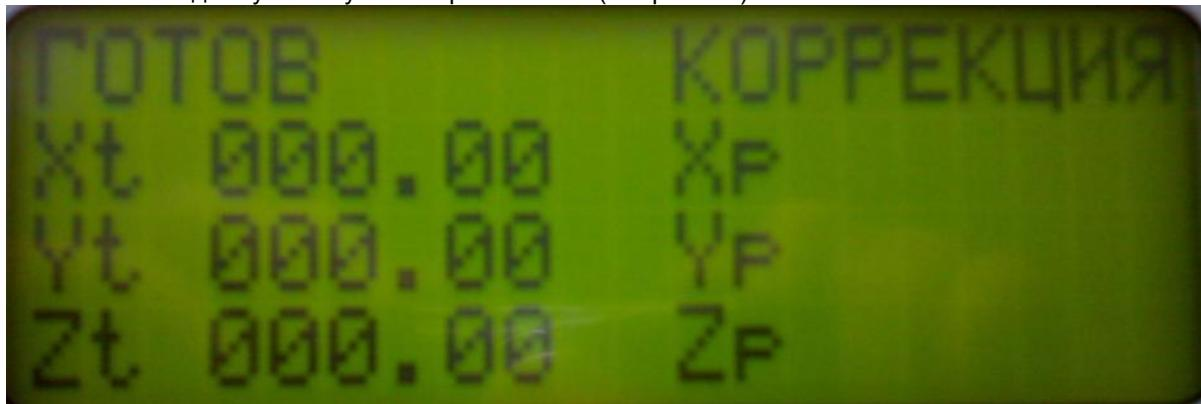

Рисунок 41. Индикация ЖК-дисплея при работе в "Ручном" режиме
точки проводиться в ручном режиме. Этот режим позволяет перемещать рабочие органы станка, используя клавиши управления расположенные на пульте оператора и производить вывод рабочего органа станка в заданную точку по выбранной оси (см. рис. 41).
- После установки рабочего органа станка в нулевую точку нажмите поочередно клавиши обнуления координат (см. рис. 44). Задание нуля детали производятся отдельно по трем осям. По всем осям должно быть значение равное нулю (см. рис. 41)